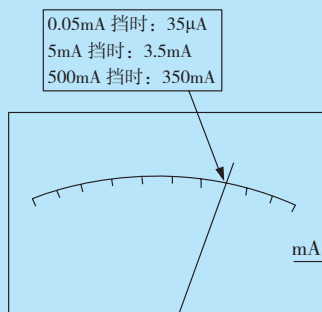

图 1-18 电流表指示的读数方法
(1) 把转换开关拨到直流电流挡，选择合适的量程。
(2) 将被测电路断开, 将万用表串接于被测电路中。务必注意正、负极性, 应使电流从红表笔流入、从黑表笔流出, 不可接反。
(3) 根据指针稳定时的位置及所选量程正确读数。电流表指示的读数方法是: 满度值(刻度线最右边)等于所选量程挡位数, 根据表针指示位置折算出测量结果。在图 1-18 的示例中, 当测量选择开关位于“0.05 mA”挡时, 指示值为 $35 \mu\text{A}$; 选择开关位于“5 mA”挡时, 指示值为 3.5 mA; 选择开关位于“500 mA”挡时, 指示值为 350 mA; 依此类推。